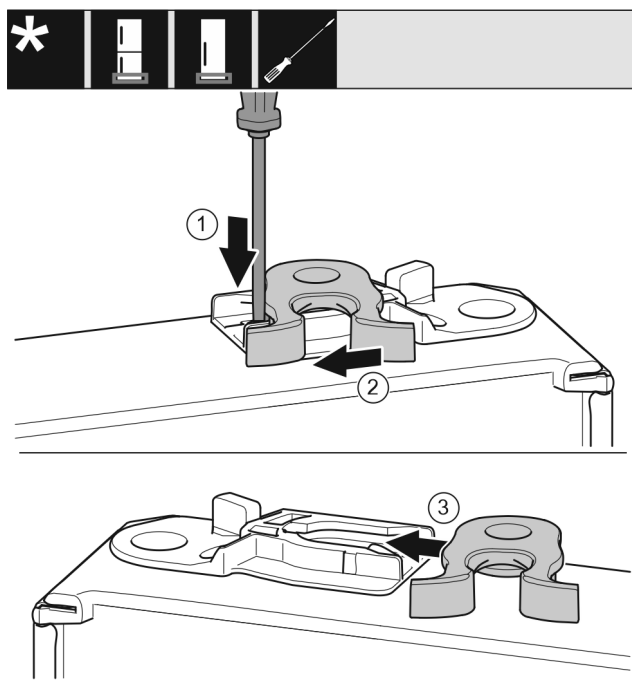

Fig. 19
- Wcisnąć nakładkę Fig. 19 (1) w dół przy użyciu śrubokręta.
- Wyjąć hak zamykający Fig. 19 (2) z prowadnicy.
- Wsunąć hak zamykający Fig. 19 (3) w prowadnicę znajdującą się z drugiej strony.